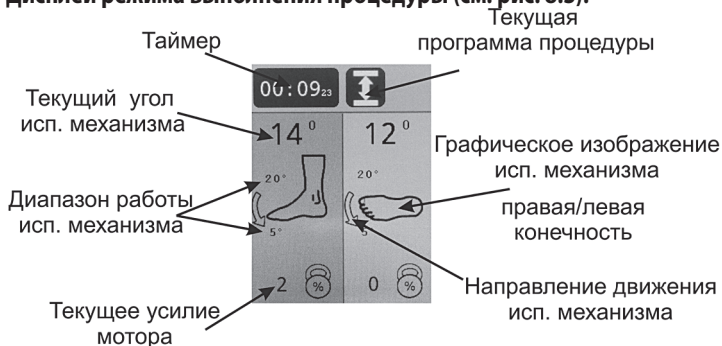

Рисунок 8.3 – Дисплей режима выполнения процедуры
### 8.1 Дисплей режима выполнения процедуры (см. рис. 8.3).
- В зоне А: заданный пользователем диапазон работы, текущее положение (угол) в градусах (аналогично рис. 8.3) для механизма А, а также меню его установок.
- В зоне В: заданный пользователем диапазон работы, правая (левая) конечность, текущее положение (угол) в градусах (аналогично рис. 8.3) для механизма В, а также меню его установок.
Запуск процедуры осуществляется кнопкой . Запуск возможен только когда отображается основной экран, при этом дисплей переходит в режим выполнения процедуры (см. рис. 8.3).
|    | <p>Переключение нагрузки (схема блокировки)</p> <p>Мотор автоматически переключается на противоположное движение, когда сопротивление пациента (нагрузка) превышает заданное значение.</p> <p>Настраивается от 1% до 99% с шагом 1%. В случае, если после изменения направления движения нагрузка вновь превышает установленное пороговое значение достаточно длительное время, то система управления фиксирует состояние перегрузки мотороредуктора и выдаёт сообщение об ошибке с соответствующим кодом.</p> <p>При установке значения, превышающего 99%, появляется значок , означающий отключение функции. При этом на дисплее в режиме выполнения процедуры (см. рис. 8.3) отображается текущее значение нагрузки рядом с иконкой , функция переключения нагрузки не работает, мотор развивает максимальное усилие.</p> <p>⚠️ВНИМАНИЕ! Одинаковое установленное значение уровней блокировки для пользователей с разной массой отличается. Для каждого пользователя установка подбирается индивидуально.</p> <p>⚠️ВНИМАНИЕ! Переключение нагрузки (схема блокировки) является функцией безопасности, для защиты пациента в случае возникновения спазмов, судорог, блокады суставов и других аналогичных ситуаций. Производитель не несет ответственности за неправильное использование данной функции.</p> |